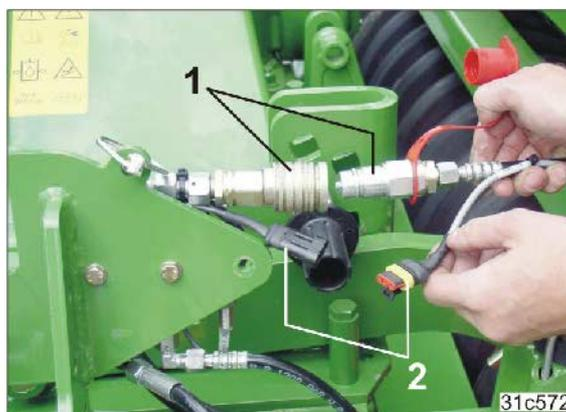

Fig. 106
4. Desconectar el cable sensor del disco trazador (Fig. 106/2).
5. Desacoplar las mangueras hidráulicas del disco trazador (Fig. 106/1).